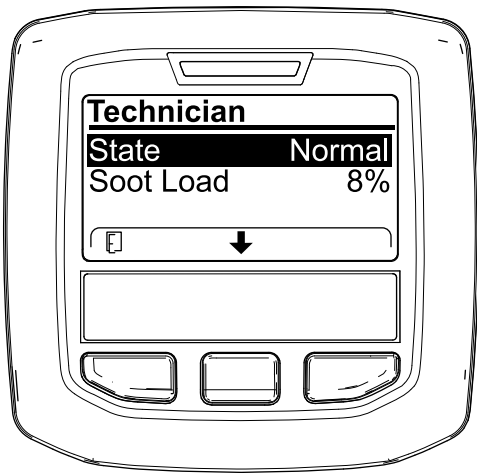

Figure 46
- Reportez-vous au tableau de fonctionnement du FAP pour comprendre l'état actuel de fonctionnement du FAP (Figure 46).